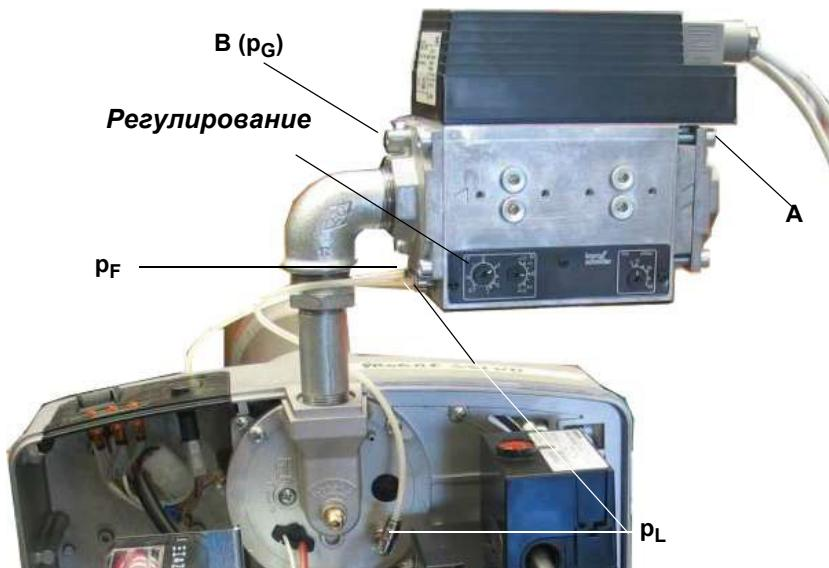
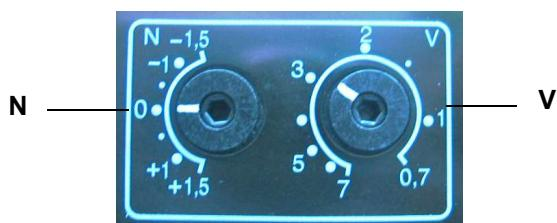

Рис. 22
Рис. 23
Передаточное соотношение **V** - следующее (см. рисунок Рис. 22 - Рис. 23):
- 1 Включить горелку на малом пламени: если горелка не запускается, повернуть слегка **N** в направлении + и повторить запуск (см. Рис. 23). Замерить давление газа **pG** на **B** (см. рисунок Рис. 22)
- 2 Замерить давление воздуха **pL** на горелке (см. Рис. 22) и отрегулировать давление газа на **N** (см. Рис. 23)
- 3 Перевести горелку, по возможности плавно, в режим большого пламени и отрегулировать на **V** (см. рисунок Рис. 23) давление газа на основании мощности котла.
- 6 Снять анализы уходящих газов и на **N** (см. рисунок Рис. 23) отрегулировать давление газа по значениям анализов
- 11 Не закрывать штуцер **pF**, если он имеется в наличии, и если он не использовался (vedi figura Рис. 22)
V = Не регулировать передаточное соотношение на слишком высокое значение! Давление газа на **B** ниже давления газа на **A** (см. рисунок Рис. 22) минус потеря давления компактного блока.
- 2 Замерить давление газа **A** и **B** (см. Рис. 22)